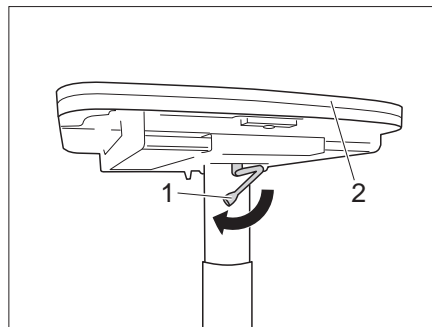

Fig. 98 Abaisser la table
- Basculer le levier de verrouillage (Fig. 98,1) vers la gauche. Le verrouillage est ouvert.
- Presser vers le bas le plateau de table (Fig. 98,2) au centre et le maintenir enfoncé.
- Basculer le levier de verrouillage (Fig. 98,2) vers la droite. La table à hauteur réglable est verrouillée.